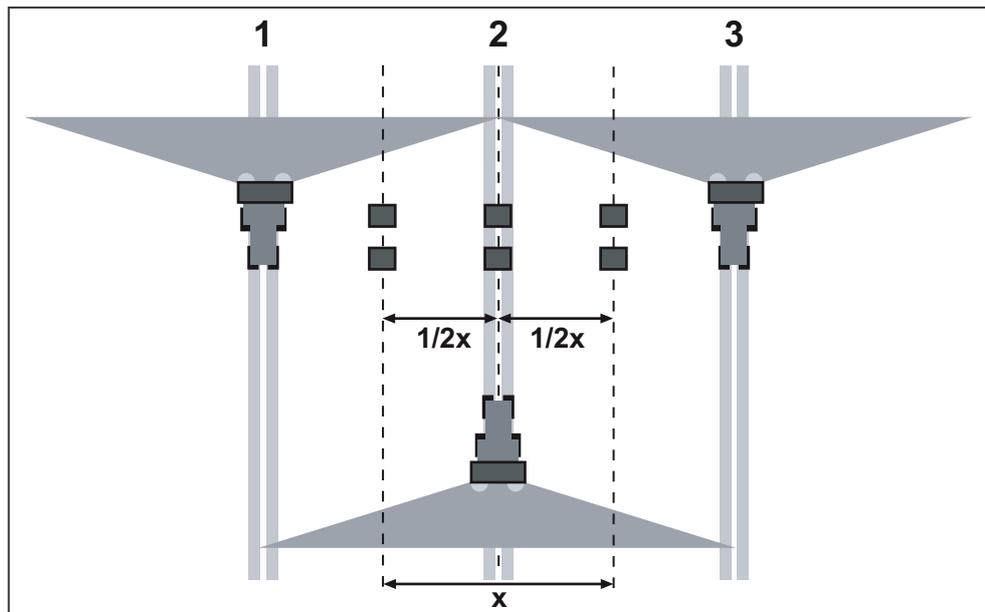

Figure 7.19 : Plan de disposition pour trois passages
- Placer deux bacs collecteurs à une distance de **1 m** l'un derrière l'autre dans les zones de recouvrement entre les passages et dans la trace du milieu (conformément à la figure 7.19).